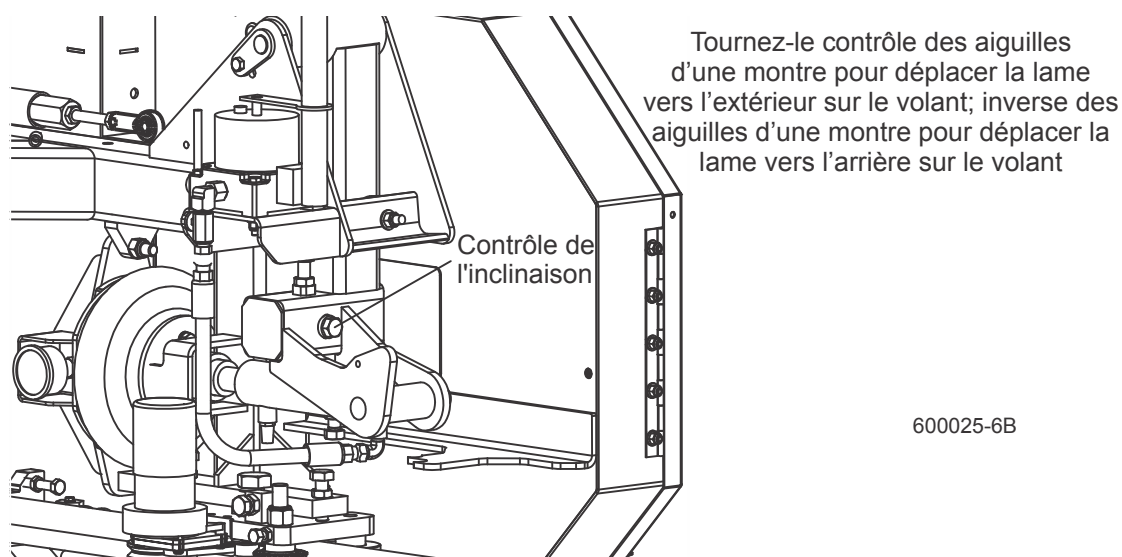

FIG. 7-21
**Voir Figure 7-21.** Utilisez le réglage de contrôle d'inclinaison pour ajuster le volant libre. Si la lame est trop à l'avant sur le volant, tournez le contrôle d'inclinaison dans le sens inverse des aiguilles d'une montre. Si elle est trop à l'arrière sur le volant, tournez-le dans le sens des aiguilles d'une montre.